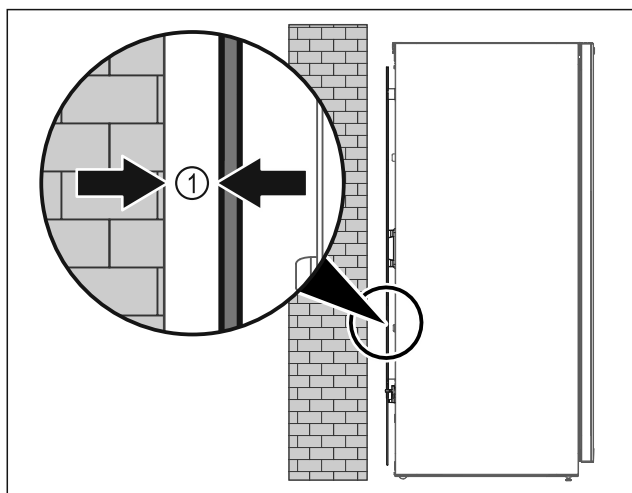

Fig. 10
- ▶ Pange seade üles kas vabalt ruumi või vahetult vastu seina minimaalse vahekaugusega 5 mm Fig. 10 (1).